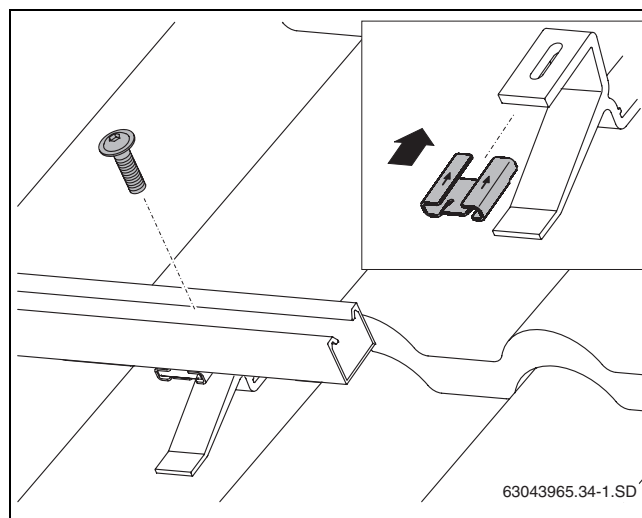

Fig. 28 Fixarea șinelor profilate pe cârligele de acoperiș
- ▶ Împingeți piulița de împingere (Fig. 28, [1]) pe cârligul de acoperiș în direcția săgeții.
- ▶ Amplasați șinele profilate inferioare (Fig. 28, [2]) pe cârligele de acoperiș și strângeți ușor șurubul M8 (Fig. 28, [3]) pentru a permite ajustarea ulterioară a șinelor profilate.